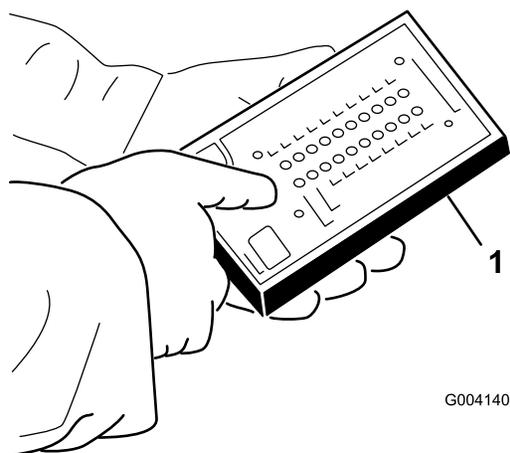

Bild 50
5. Schließen Sie den Stecker der ACE-Diagnostik an den Kabelbaum an (Bild 50).